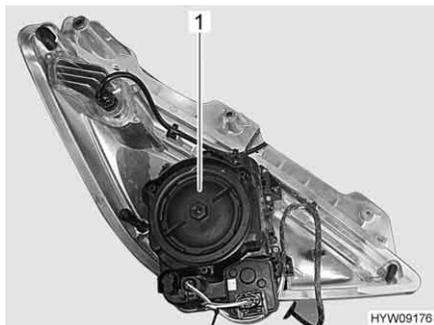

Fig. 209 Faro anteriore (lato posteriore)
- Ruotare il coperchio dell'involucro (Fig. 209,1) in senso antiorario e rimuoverlo.
- Posizionare il coperchio dell'alloggiamento (Fig. 209,1) e ruotarlo in senso orario fino a bloccarlo.